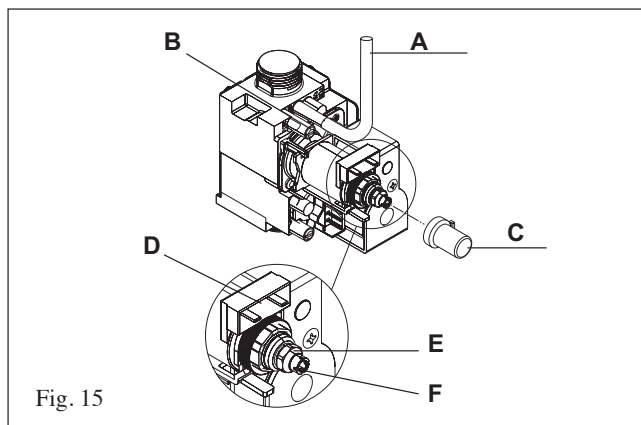
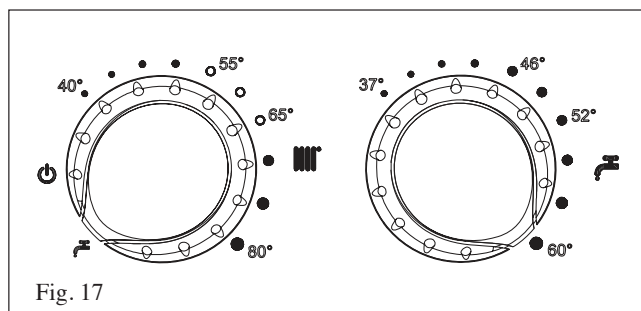

Fig. 15
Fig. 17
9. 调试 (Fig.5, Fig.15-Fig.17)
- 松开二次测压口 B 内螺丝两圈，接上测压计 (Fig.15)；
- 取下空气补偿管 A (Fig.15)。
- 将热水温度选择旋钮调至水温最高 (Fig.17)；
- 取下安全帽 C (Fig.15)；
- 用 10 号套筒，调节最大功率调节螺母 E 至额定压力 (Fig.15)（见燃气参数表）；
- 取下调节阀任意一根电源线 D (Fig.15)；
- 等压力稳定后，调节调节阀内芯 F (Fig.15)，直至压力符合燃气参数要求，注意不可接触内芯内部金属轴；
- 旋转模式选择钮至夏季位置。(Fig.17)